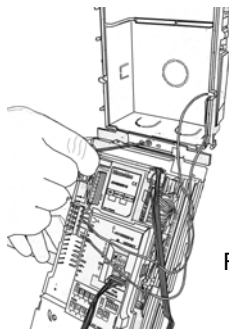

Fig. 10
2.8 EFFETTUARE I COLLEGAMENTI DELL'IMPIANTO CON LA PULSANTIERA RIBALTATA (fig 10 pag. 17).